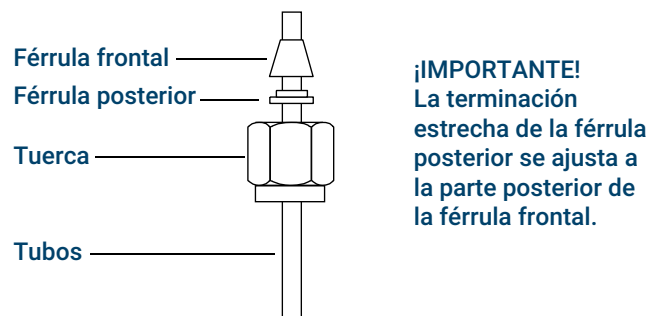

Figura 25. Tuercas Swagelok y férrulas
1. Coloque una tuerca Swagelok, una férrula posterior y una férrula frontal en la tubería tal como se muestra en la **Figura 25**.